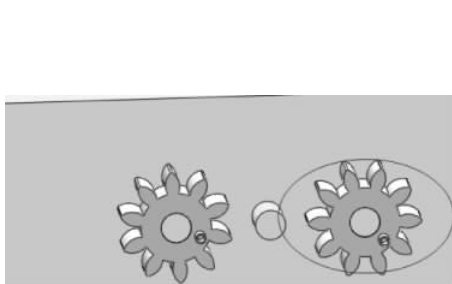

图 3-81 添加重合和同轴心配合
(4) 在另一个齿轮和支架的右侧轴之间添加相同的重合和同轴心配合, 最终位置如图 3-81 所示。